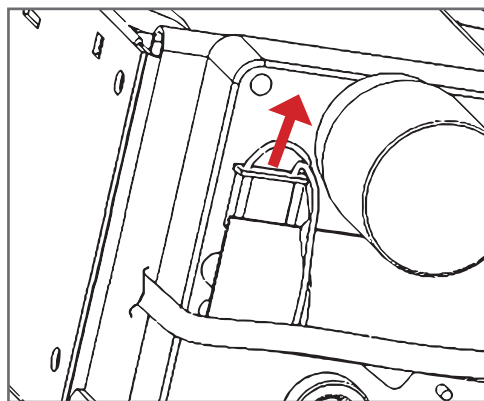

Рисунок 37 - Расстыковка разъёма двигателя
2. Отсоедините разъёмы двигателей (см.рис.37) и выньте все двигатели со спиралями.